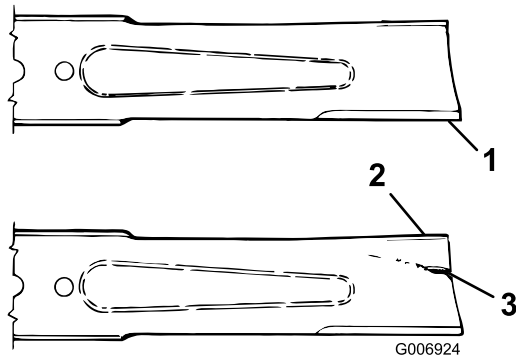

図 69
3. ブレードを取り付ける時は、セール立ち上がっている部分がCuttingデッキの天井を向くように取り付け、芝削り防止カップをつけてブレードボルトで固定する 図 69。ブレードボルトを 115149N・m にトルク締めする。
2. ブレードの切っ先を注意深く観察、特に、直線部と曲線部が交わる部分をよく観察する 図 69。この、直線部と曲線部の交差域は、砂などによる磨耗が進みやすい部分なので、機械を使用するまえによく点検することが必要。磨耗が大きい場合には 図 69 危険であるから交換する「ブレードの取り外し」を参照。
ブレードの磨耗を放置すると、ブレードのセール部と平坦部との間に割れ目が発生する 図 69。この割れ目が拡大すると、最終的にはブレードがちぎれてハウジングの下から飛び出し、これがオペレータや周囲の人に重大な人身事故となる。